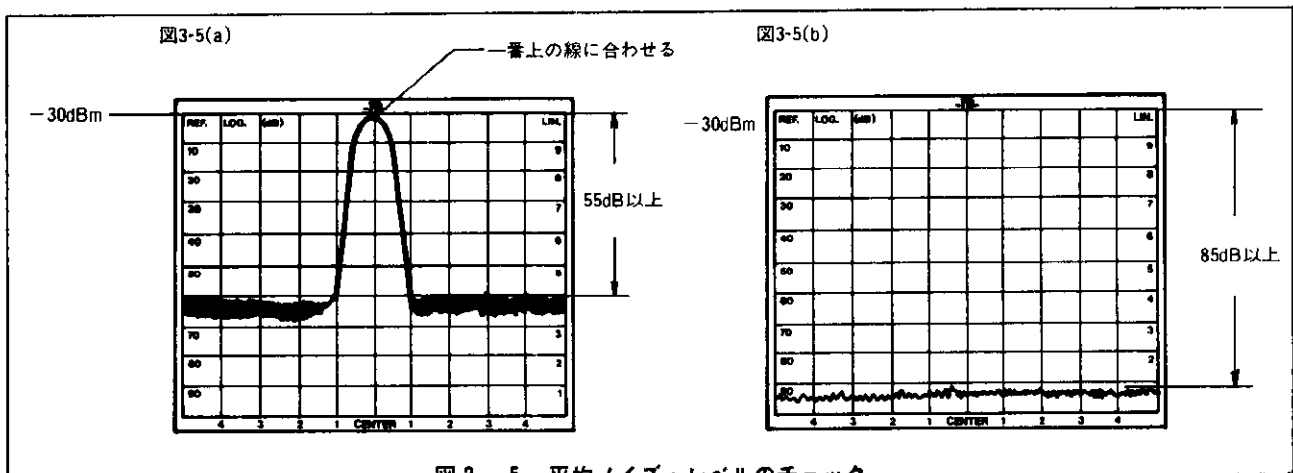

図3-5 平均ノイズ・レベルのチェック
- そのときの平均ノイズ・レベルが-85dBm (CAL. 信号より55dBダウン)以下であることをチェックします。〔図3-5(a)〕
7. **CAL.** 信号を本器 **INPUT** よりはずし、そのときの平均ノイズ・レベルが -115dBm 以下であることを確認します。〔図 3-5 (b)〕